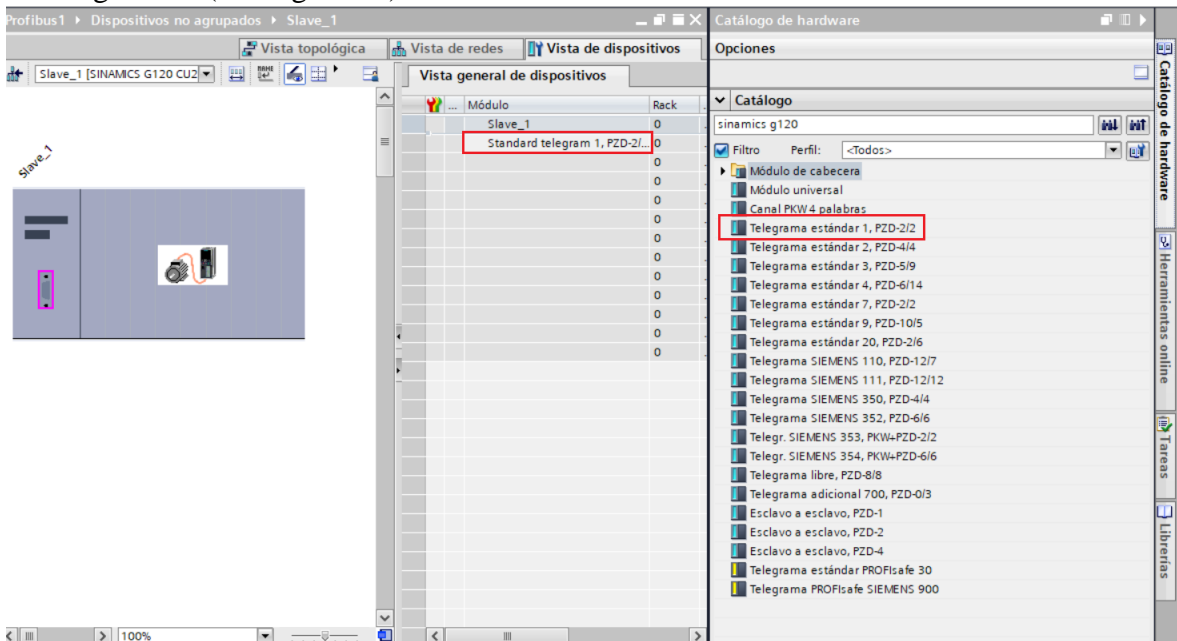

Figura 15. Asignar el telegrama estándar 1.
- Posteriormente dar doble clic sobre “Telegrama estándar 1, PZD-2/2”, si el telegrama fue agregado correctamente, en la pestaña “Vista general de dispositivos” se podrá observar el telegrama 1 (ver Figura 15).